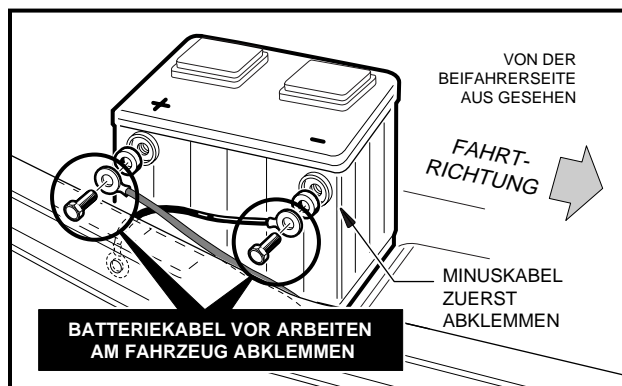

Abbildung 1 Abklemmen der Batteriekabel
- BATTERIE ABKLEMMEN; DAS MINUSKABEL ZUERST. (**ABBILDUNG 1, SEITE 2**).